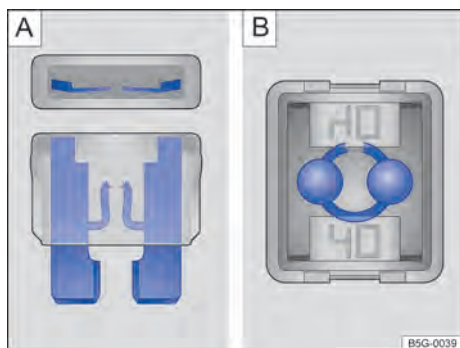

Fig. 177 Fusível queimado: [A] fusível plano, [B] fusível de bloqueio.
- Um *fusível plano* (ATO®, MINI®) queimado é reconhecido de cima ou de lado pela carcaça transparente nas faixas metálicas derretidas → Fig. 177 [A].
- Um *fusível de bloqueio* (JCASE®) queimado é reconhecido pelas faixas metálicas derretidas por cima da carcaça transparente → Fig. 177 [B].